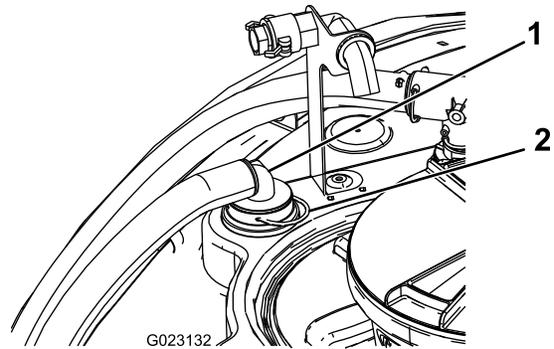

Figura 16
1. Instale a extremidade do tubo com a união de 90° ao anteparo previamente instalado utilizando uma forquilha de retenção? (Figura 16).